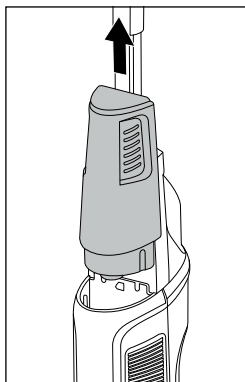

Fig. 6
- ♦ Tag fat i brugsvandsbeholderen **11** i griberillerne på siden, og tag den ud af produktet oppefra (se fig. 6).